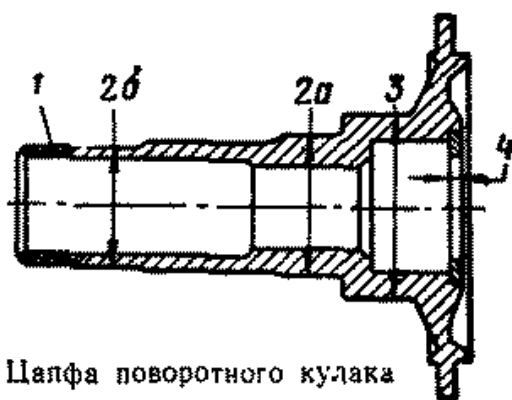

Рис. 172. Цапфа поворотного кулака
3. Цапфа поворотного кулака (рис. 172)